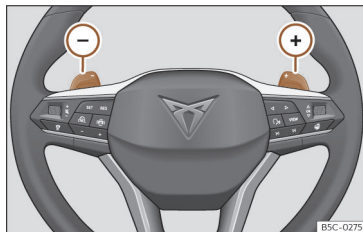

**Fig. 124** Volante: alavancas para mudança automática de velocidades.
- Pressione a alavanca de mudanças (+) para engrenar uma velocidade mais alta >>> **Fig. 124**.